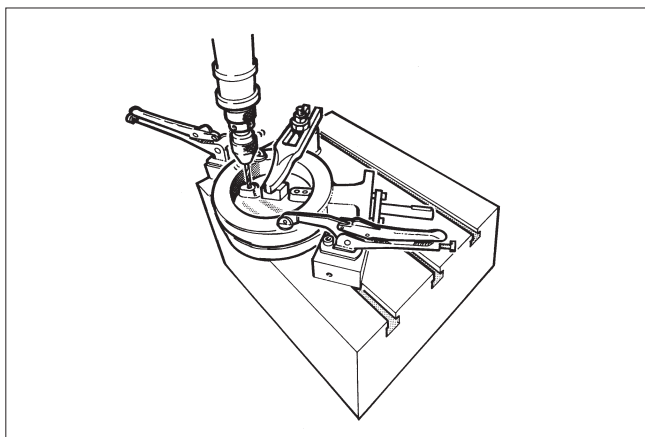

Abb. 14 Eindrehen der Stifte.
- Entfernen Sie den Klemmring (2) und den Sitzring (4) gemäß Abschnitt 5.4.
- Legen Sie das Ventil horizontal auf eine geeignete Unterlage, so dass die flache Seite der Klappenscheibe gegen die Unterlage liegt (siehe Abb. 14).
- Bohren Sie vorsichtig die Löcher, um die Stifte (14) zu zentrieren. Wählen Sie eine Bohrung, die 0,2 bis 0,5 mm kleiner als der Stiftdurchmesser ist.
- Zerlegen Sie die Stopfbuchsenpackung einschließlich Anti-Extrusionsring (22) und Flachring (21) gemäß Abschnitt 5.3.
- Lösen Sie die Schrauben (26) und den Blindflansch (10) und entfernen Sie die Dichtung (18).